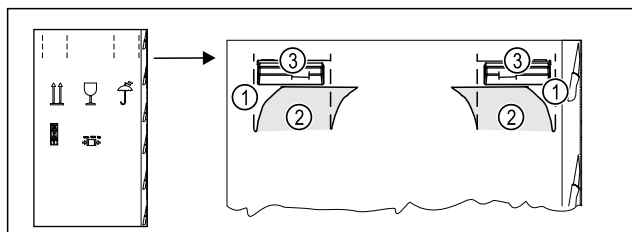

Fig. 4 *
- ▶ Vtlačte obalový karton nahoře na perforaci Fig. 4 (1).*
- ▶ Vytáhněte vtačené spojky Fig. 4 (2).*
- ▶ Pravá a levá rukojeť Fig. 4 (3) je viditelná.*
- ▶ Držte spotřebič za rukojeti Fig. 4 (3).*
- ▶ Vytáhněte vtačené spojky (2).